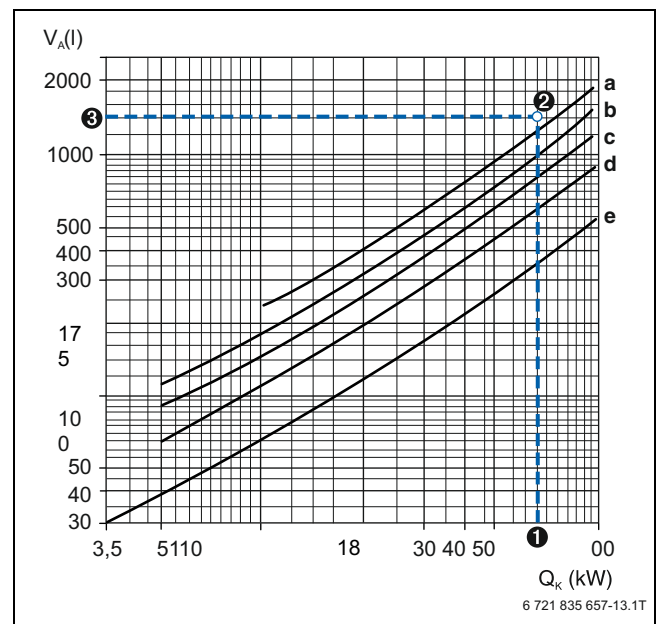

Рисунок 69 Эталонные значения среднего содержания воды в системах отопления (в соответствии с директивой ZVH 12.02)
(→ Рисунок 69, График a)
Объем системы, считанный по пункту ③ с Рис. 69, должен быть меньше максимально допустимого объема системы ④. Если это не так, необходимо выбрать расширительный бак большего размера.
- ① Температура потока (Табл. 29): $\Delta V = 50^\circ\text{C}$
- ② Предварительное давление расширительного бака (\rightarrow Табл. 29): $p_0 = 1,5$ бар
- ③ Объем системы (\rightarrow Рис. 69): $V_A = 1400$ л
- ④ Требуется AG емкостью 80 л (\rightarrow Табл. 29), так как объем системы ③, определенный в соответствии с Рис. 69, меньше максимально допустимого объема системы.